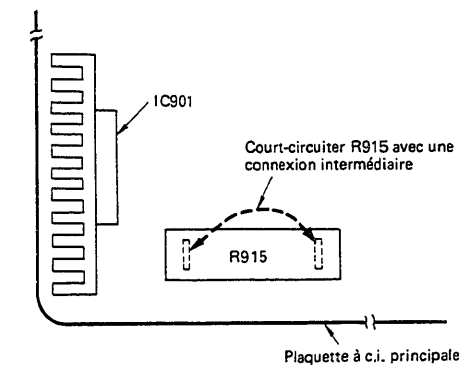

Fig. 2
3. Court-circuiter R915 en utilisant une connexion intermédiaire, comme représenté sur la Fig. 2.